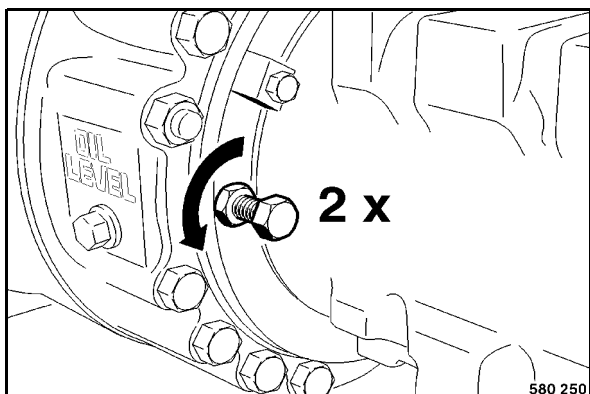

Fig. 114
- Dévisser les vis de desserrage du frein (Fig. 114) de deux tours et les bloquer avec les contre-écrous.